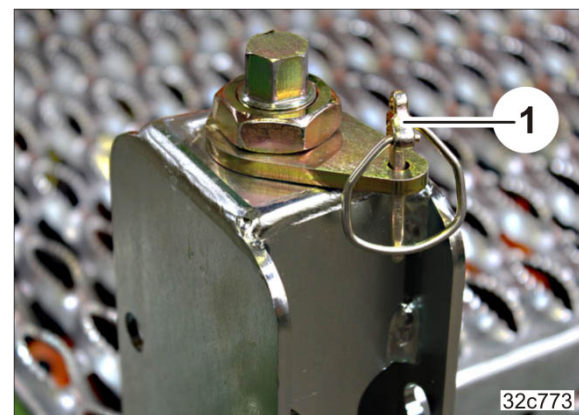

Bild 190
4. Säkra inställningen med låssprinten (Bild 190/1).